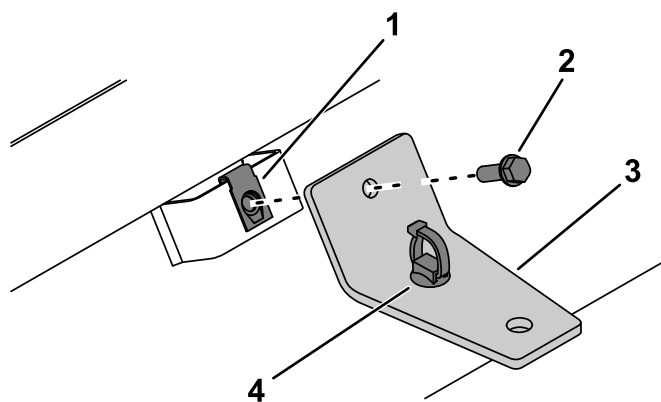

図 5
2. ルーフマウントブラケットに後マウントを固定する六角ヘッドボルト1/4 x 7/8"とスピードナットを使用する 図 5。
3. 後マウントにタイクリップを取り付ける 図 5。